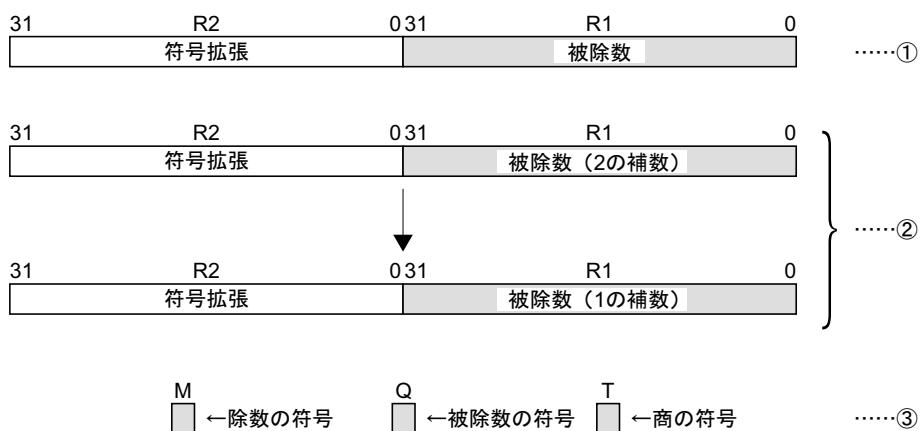

図 2 初期設定
- R2 を上位 32 ビットとし、被除数を 64 ビットに符号拡張します。（図 2 - ①）
- 被除数が負の場合、1 ステップ除算命令で扱えるように 1 の補数に変換します。（図 2 - ②）
- 1 ステップ除算で使用する M、Q および T ビットを符号付き除算の値（M = 除数の符号、Q = 被除数の符号、T = 商の符号）に設定します。（図 2 - ③）